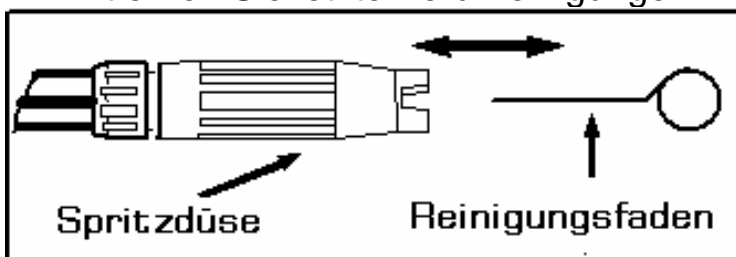

Abb. 5 Gebrauch des Reinigungsfadens bei verstopfter Spritzdüse
- Verwenden Sie den mitgelieferten Reinigungsfaden oder eine ausgefaltete Papierklammer um die Verstopfung zu entfernen. (Abb. 5)